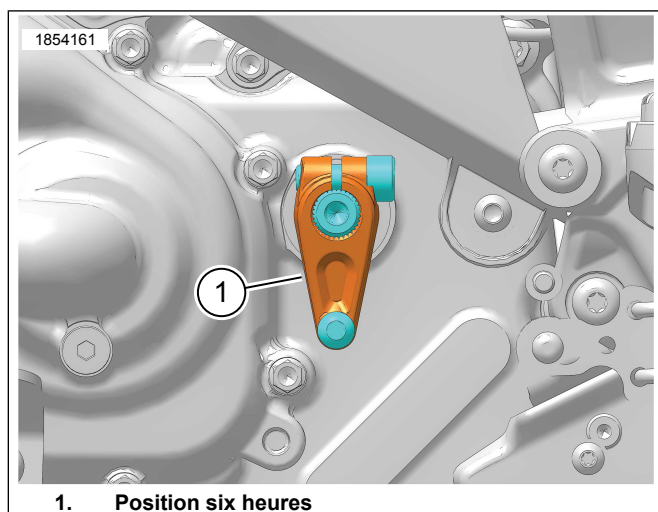

Figure 4. Position correcte du levier de l'axe de sélecteur de la boîte de vitesses
Voir la figure 4. S'assurer que le levier de l'axe de sélecteur de la boîte de vitesses est orienté à la position six heures (1).